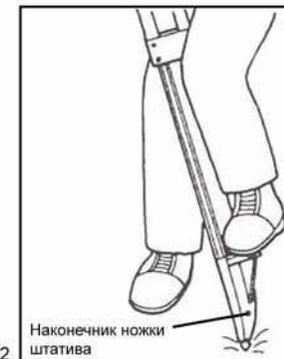

Рис.2
- 4) Убедитесь, что головка штатива расположена приблизительно горизонтально. Зафиксируйте наконечники ножек штатива, утопив их в грунт. (Рис.2)